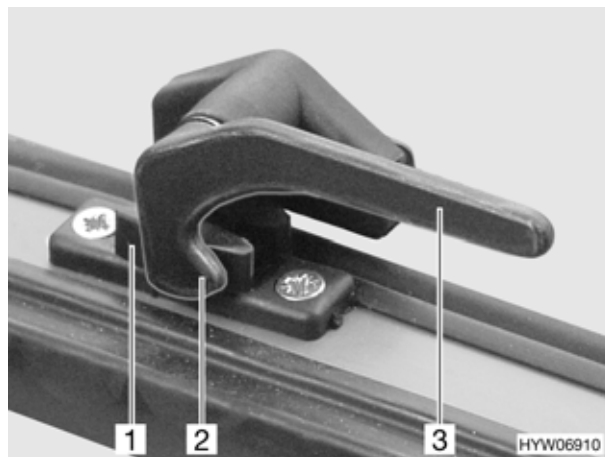

Fig. 39 Finestra apribile, maniglia chiusa (variante 1)
- Posizionare la maniglia della finestra (Fig. 39,3) in verticale o ruotarla di un quarto di giro verso il centro della finestra.
- Posizionare la maniglia della finestra (Fig. 39,3) in orizzontale o ruotarla di un quarto di giro verso il telaio della finestra. Il nasello di chiusura (Fig. 39,2) si trova sul lato interno della chiusura della finestra (Fig. 39,1).